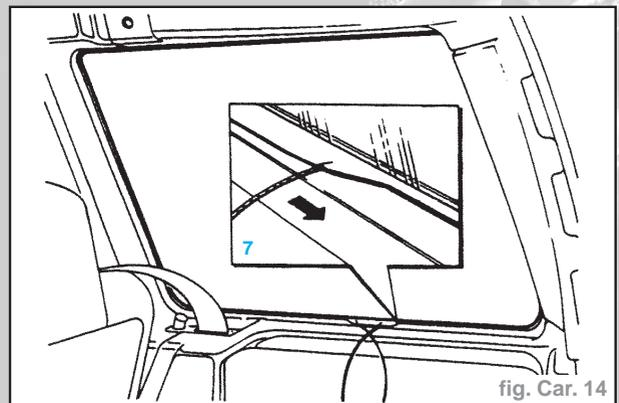

fig. Car. 14
- Positionner glace et son caoutchouc de montage dans l'ouverture de la carrosserie, les extrémités du cordon à tirer étant placées à l'intérieur du véhicule (**7**) (Fig. Car. 14).